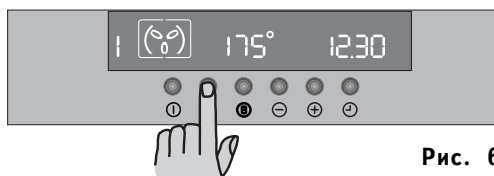

Рис. 6
1) Включите духовку нажатием клавиши ①.
2) Нажимая клавишу , выберите нужный режим приготовления. Каждый раз при нажатии клавиши  на дисплее будет появляться символ режима приготовления, а слева от него - соответствующий данному режиму номер (Рис. 6).